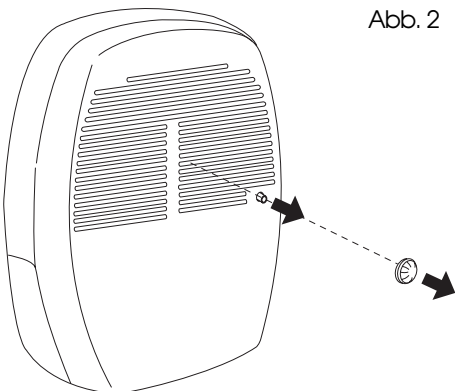

Abb. 2
- 1) Die Verschlusschraube des Dauerabflusses (8) abschrauben und den Gummistöpsel entfernen (siehe Abbildung 2).